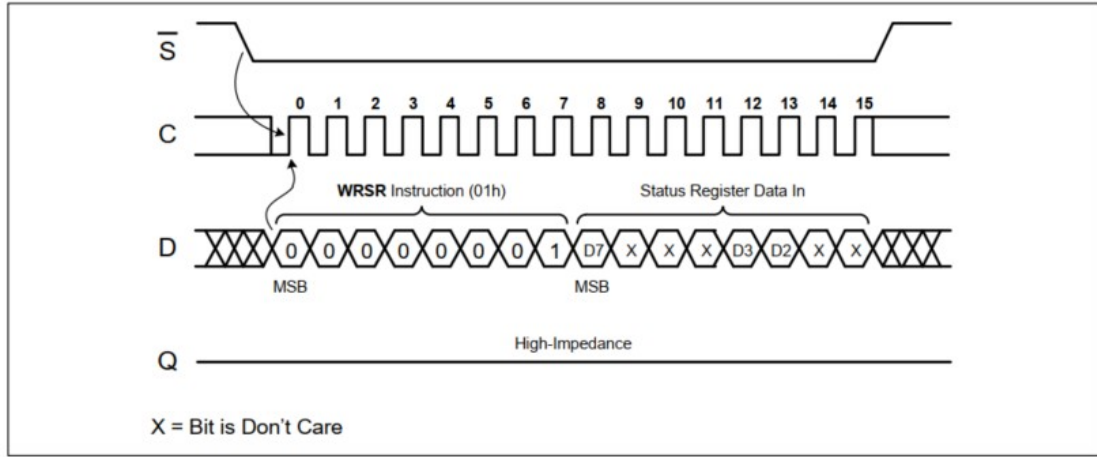

图 4-4 写入状态寄存器
写入状态寄存器 (WRSR) 指令使 SPI 主机能够更改状态寄存器的选定位。在启动 WRSR 指令之前，必须执行 WREN 指令以将 WEL 位设置为逻辑“1”。WRSR 指令是通过驱动芯片选择 (S) 低，然后是指令字节 (01h) 和串行数据输入 (D) 上的数据字节，然后驱动芯片选择 (S) 高来实现的。芯片选择必须在锁存在数据字节第八位的串行时钟 (C) 上升沿之后和串行时钟 (C) 下一个上升沿之前驱动为高电平 (见图 4-4)。否则，将不执行 WRSR 指令。